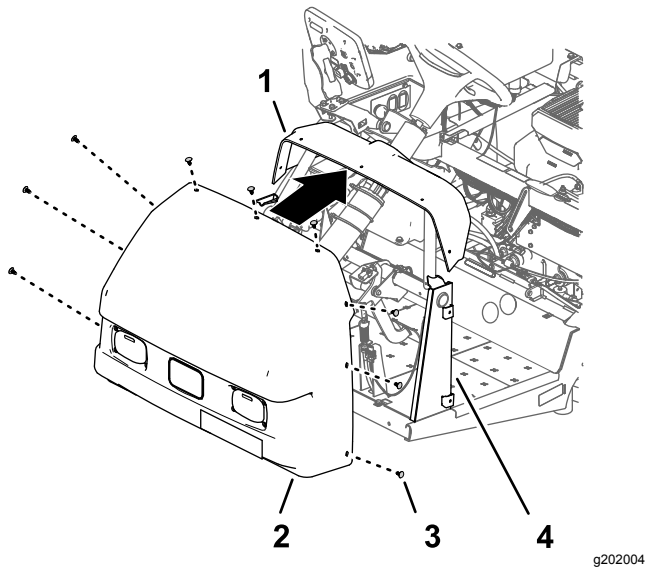

Figure 213
1. Alignez les trous dans le capot et les trous dans la planche de bord et le cadre de la machine (Figure 213).
2. Fixez le capot à la planche de bord et au cadre avec 9 fixations à pression (Figure 213).